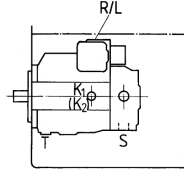

图3
a) 当油箱的最低液面和泵的上端同高或更高或，泄油口和《S》口可开放（见图3）。